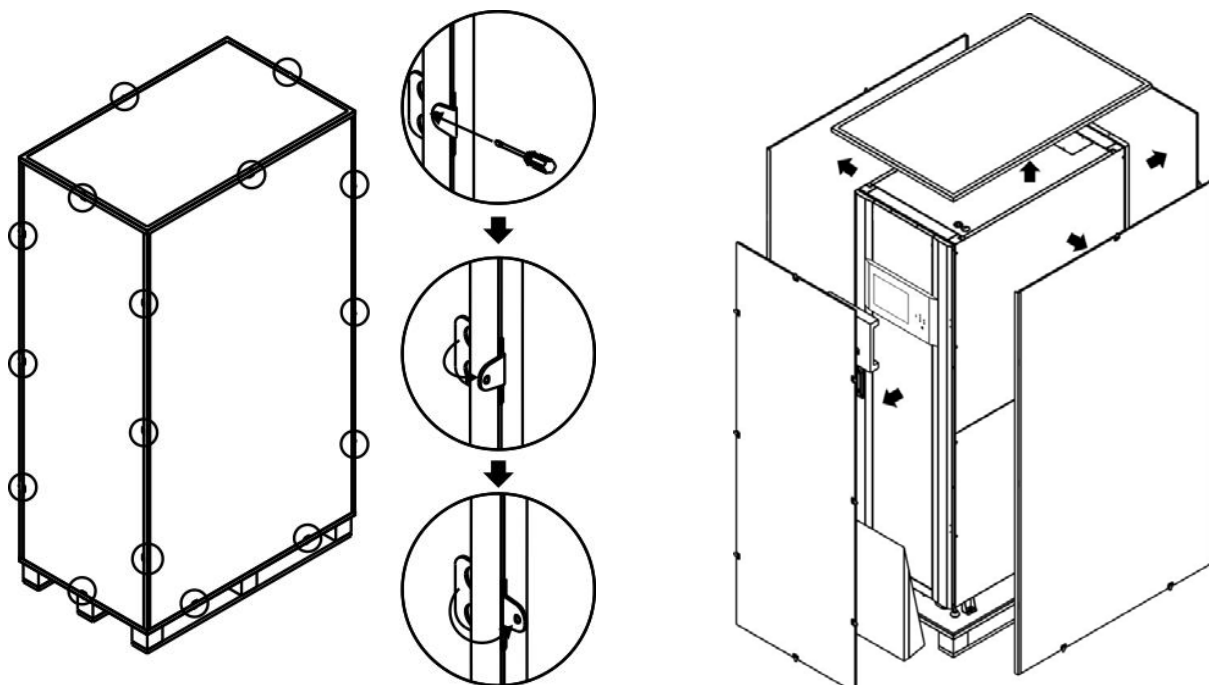

Figura 2-2
2. Siga las órdenes de la Figura 2-2 para retirar el cartón y las espumas.